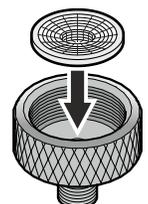

Figure 12
- Insérer le filtre à eau fourni dans le raccord de vanne (**Figure 12**).